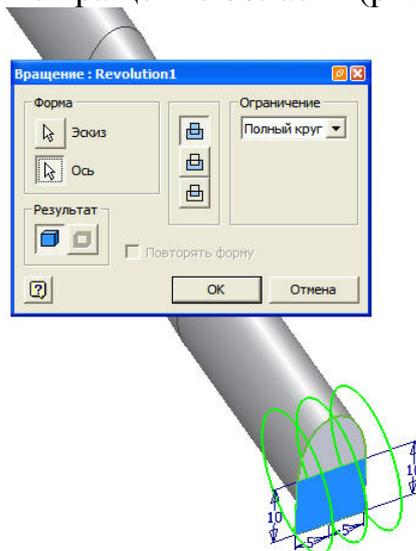

Рисунок 6
- Самостоятельно создайте вращение области (рис. 6).